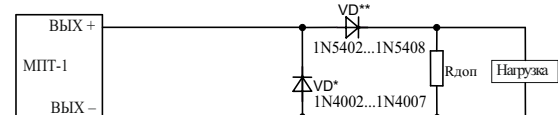

Рисунок 6
- 5.23 При значении тока, протекающего через нагрузку во включенном состоянии выхода, менее 50 мА, для обеспечения контроля целостности выходных цепей параллельно нагрузке должен быть подключен резистор (Rдоп) (Рисунок 6).
1 – падение напряжения на диоде VD** (Рисунок 6), В;